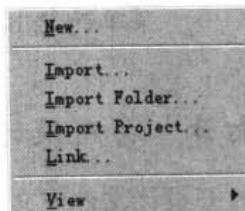

图1-9 文件夹弹出菜单
- (1) 选择需要输入文档的目标文件夹，在视图窗口空白处单击鼠标右键，即弹出如图1-9所示的菜单。
- (2) 执行Import命令，系统将弹出Import File(输入文件)对话框。确定文件类型后，选择准备输入到目标文件夹的文件，确认后单击【打开】按钮即完成了文件输入操作。
- (1) 打开需要链接的目标文件夹，在视图窗口空白处单击鼠标右键，弹出如图1-9所示的菜单。
- (2) 执行菜单命令Link，将出现Link Document(链接文档)对话框，选择需要链接的文件后，单击【打开】按钮就可以了。
- (3) 文件链接完成后，视图窗口为链接文件增加了一个与链接文件对应的虚化后的图标，图标左下角有一箭头表示与外部文件的链接。